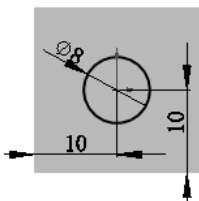

图 5.10.4 尺寸约束
(1) 进入定位草图。在设计树中右击  孔1，从系统弹出的快捷菜单中选择  命令，进入草图绘制环境。
(2) 添加尺寸约束。创建如图 5.10.4 所示的两个尺寸，并修改为设计要求的尺寸值。
(3) 约束完成后，单击图形区右上角的“退出草图”按钮 ，退出草图绘制环境。